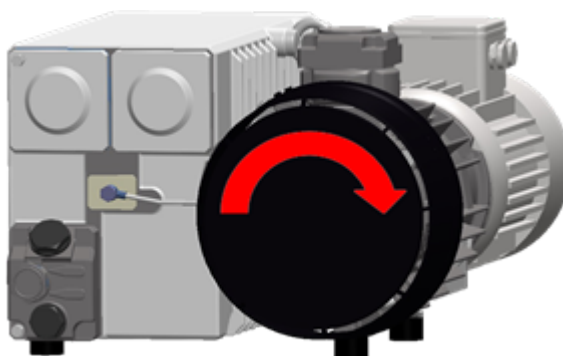

Figura 6: Dirección de rotación de la bomba de vacío
4. Compruebe que la dirección de rotación de la bomba del modelo de tres fases es correcta. Consulte *Figura 6: Dirección de rotación de la bomba de vacío* en la página 29.